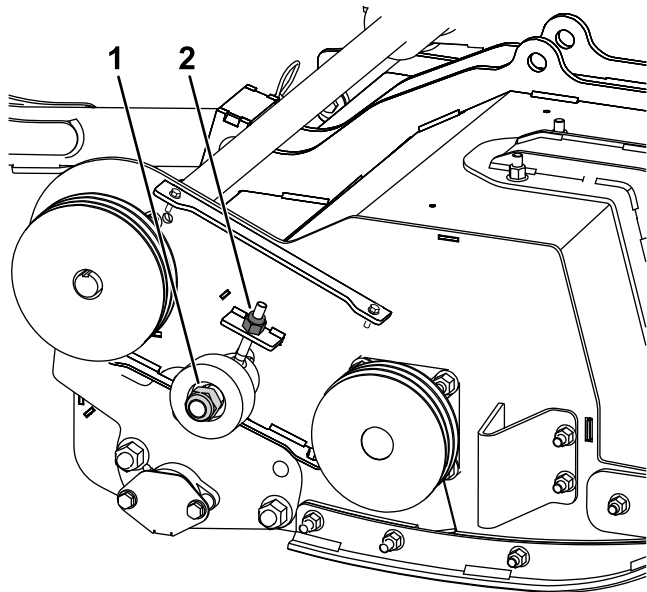

図 27
3. アイドラプーリのナットをゆるめる外さない 図 27。
4. アイドラプーリのナットでベルトの張りを調整する 図 27。